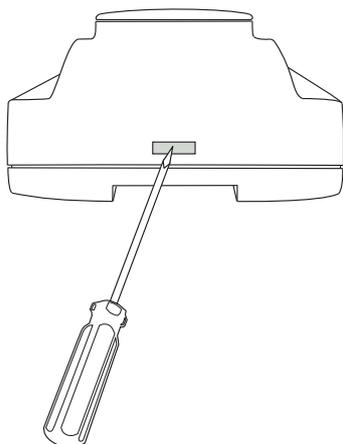

Fig. 11-1 Retirer la façade du boîtier.
2. Retirer la façade du boîtier en appuyant sur les boutons de chaque côté du boîtier, puis soulever délicatement. Voir Fig. 11-1